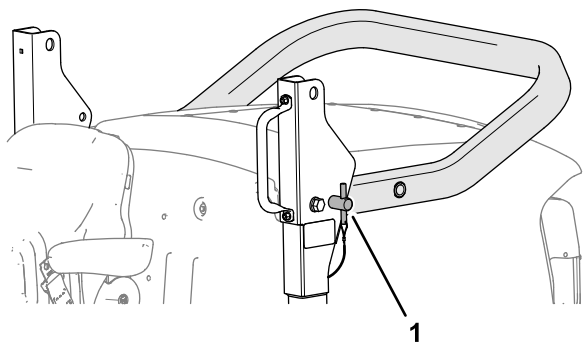

Figure 22
5. Insérez les axes dans les trous inférieurs des supports de pivot de l'arceau de sécurité (Figure 22).